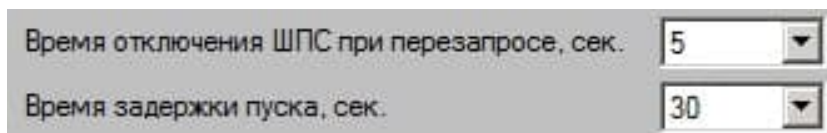

Рисунок 13 – Общие параметры шлейфов
8.10 Также во вкладке «Общие» возможно поменять общие параметры работы шлейфов пожарной сигнализации (рисунок 13).